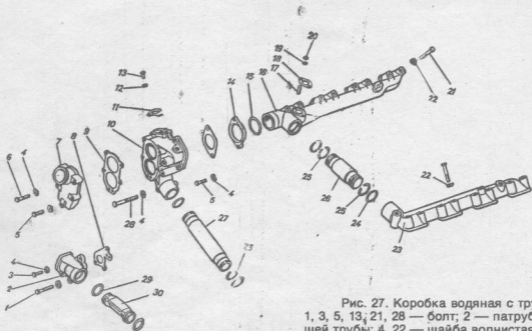

Рис. 27. Коробка водяная с трубами:
- в сборе, отсоединить перепускную трубу, снять соединительный фланец 7 и уплотнительное кольцо 15 (Рис. 27). (Головки сменные 13 и 17 мм, ключ с присоединительным квадратом).